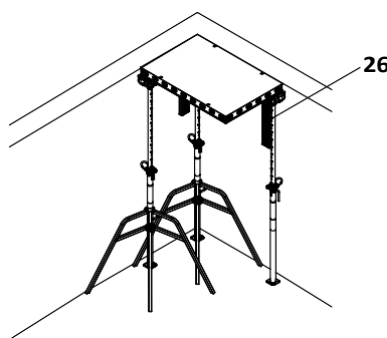

Fig. D2.05
7. Осигурете елемента на двете стени с държача DUO 82 (26). (Fig. D2.05)